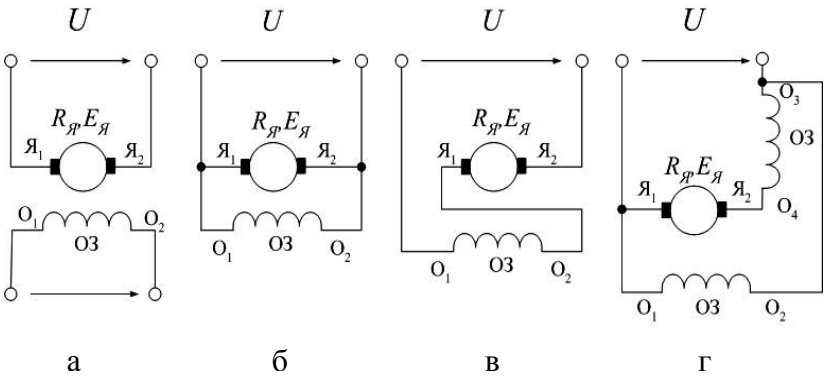

Рис. 18. Схеми способів збудження електричних машин постійного струму
- машини із **незалежним збудженням** (рис. 18а), в яких обвитка збудження живиться від незалежного (стороннього) джерела електричної енергії;
- **паралельного збудження (шунтові)**, в яких обвитка збудження під'єднана паралельно до обвитки якоря (рис. 18б);
му в обвитці збудження і якорі тече однаковий струм $I = I_{я} = I_{зб}$ (рис. 18в);
– **змішаного збудження (компаундні)**, в яких є дві обвитки збудження: одна із них під'єднується послідовно до обвитки якоря, а друга – паралельно (рис. 18г).
Напруга на клеммах якоря генератора (Y_1 , Y_2 на рис. 18) визначається за формулою: